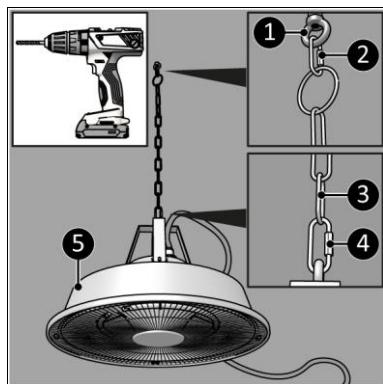

Figura 7
2. Introduceți bulonul cu pană în gaură (Figura 7, poz. 1).
3. Ataşați cârligul de carabină (Figura 7, poz. 2) la inelul lanțului de ancorare (50 cm) și bulonul cu pană cu inel de ancorare (Figura 7, poz. 1).
4. Ataşați cârligul de carabină (Figura 7, poziția 4) la celălalt capăt al lanțului suspendat (50 cm) (Figura 7, poziția 3) și inelul de ancorare al dispozitivului (Figura 7, poziția 5).
3. Ataşați cârligul de carabină (Figura 7, poziția 4) la lanțul suspendat (Figura 7, poziția 3) și inelul de ancorare al dispozitivului (Figura 7, poziția 5).